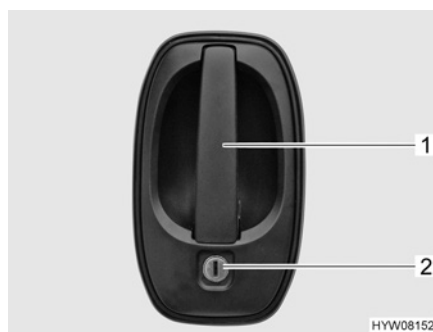

Bild 16 Dörrlås (förardörr, ingångsdörr, utsida)
- Stick in nyckeln i låscylindern (Bild 16,2) och vrid den ända tills dörrlåset har låsts upp.
- Drag i dörrhandtaget (Bild 16,1). Dörren är öppen.
- Stick in nyckeln i låscylindern (Bild 16,2) och vrid den ända tills dörrlåset har låsts.